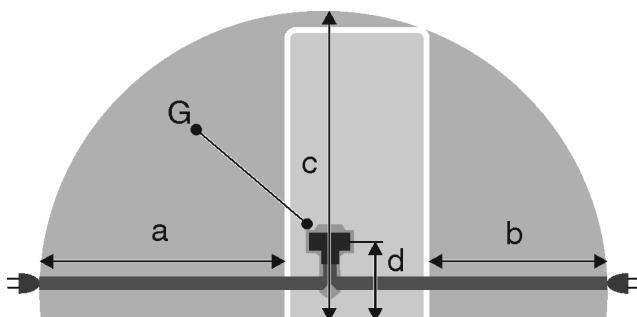

Fig. 20 *
- Розетка находится не за устройством, а в зонах a или b Fig. 20 (a, b, c).
- Штекер устройства Fig. 20 (G) подсоедините с задней стороны устройства. Следите за правильной фиксацией.